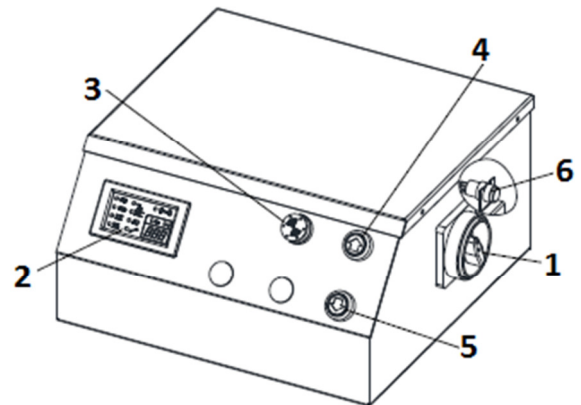

Abb. 8
3. Schalten Sie den Netzschalter ein (1, Abb. 8) bis I (AAN).
4. Drücken Sie nun die Lifttaste (4, Abb. 8), um die Zylinder mit Öl zu füllen.
5. Heben Sie den Aufzug durch Bedienung der Hebetaste (4, Abb. 8) bis der Aufzug sich vollständig gehoben hat.
6. Bedienen Sie folgend 10-15 Sekunden die IGNORIER-Taste (6, Abb.8). Zur Entlüftung der Zylinder generiert der Aufzug folgend einen extra Schlag von 70mm. Man kann jetzt Luftbellen passieren sehen in den transparenten Leitung.
7. Bedienen Sie nun die SENK-Taste (5, Abb.8) und die Plattformen zu senken. Der Aufzug senkt folgend bis zur Fußsicherer Höhe von 400mm. Bedienen Sie die Taste erneut um den Senkvorgang bis zum Ende zu nutzen. Während diesem Senkvorgang hören Sie zur Warnung einen Signalton.